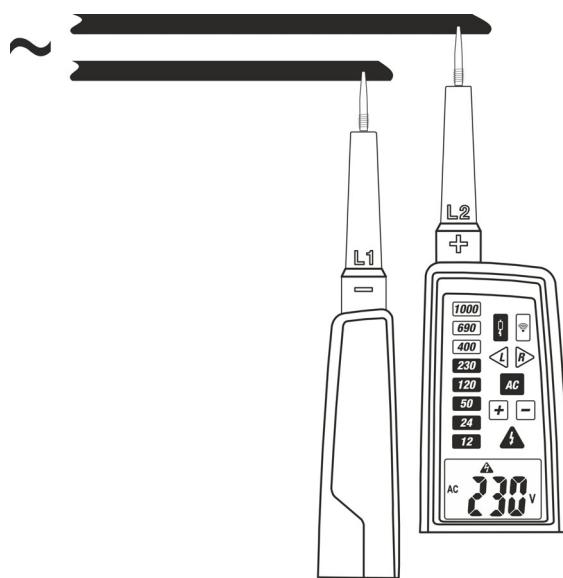

Fig. 6: Medição da Tensão CA com baixa impedância
2. Ligar as ponteiras L1 e L2 à fonte em teste (ver Fig. 6). A medição é efetuada **apenas com contacto das ponteiras na parte metálica dos condutores**